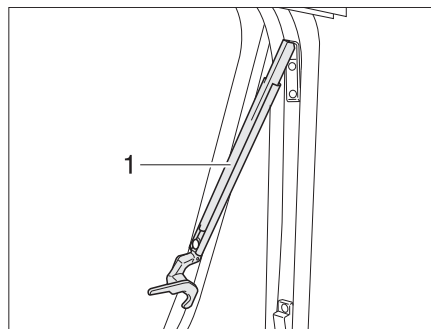

Fig. 42 Finestra apribile con deflettori automatici, aperta
- Aprire la finestra apribile fino al punto di arresto desiderato. Il deflettore automatico (Fig. 42,1) si innesta automaticamente in posizione.